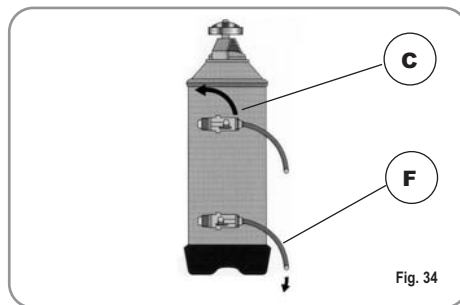

Fig. 34
2) Remettre le bouchon et repositionner le levier C vers la gauche (Fig. 34), en faisant évacuer l'eau salée du tube F jusqu'à ce qu'elle soit à nouveau douce (1/2 heure environ).